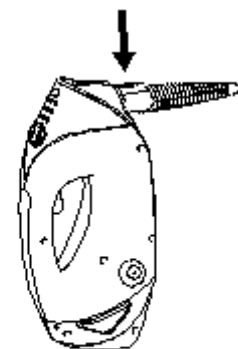

fig.14
- Pour retirer la buse à vapeur directe, maintenez enfoncées les touches de déblocage. Faites glisser ensuite le tuyau en utilisant le manche. (fig.14)